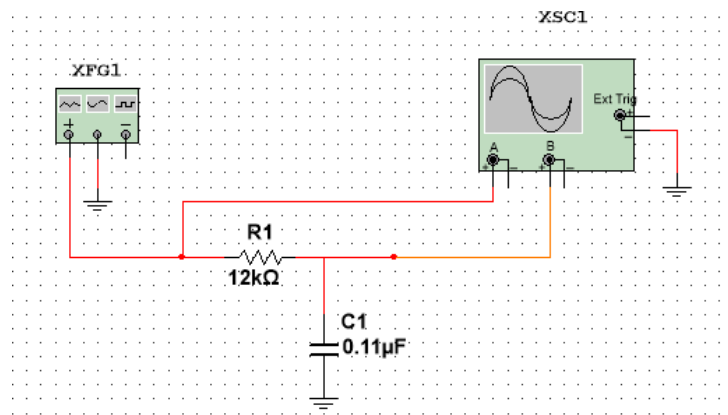

Рисунок 5.1
1.1 Зібрати схему дослідження (рис. 5.1) з параметрами: форма вхідних сигналів – прямокутна; $U_{\text{вх}} = 10 \text{ В}$, $f_{\text{вх}} = 1 \text{ кГц}$, $R1 = (N+1) \text{ кОм}$, $C1 = 0,25 \text{ мкФ}$, де N – номер варіанту.